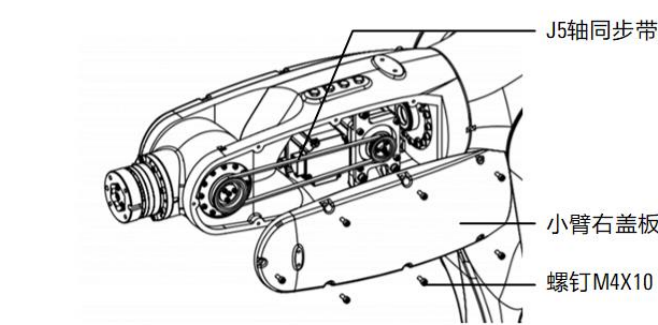

图 12-9 拆卸小臂右盖板
- 步骤3. 拆卸操作机小臂盖板及 7 颗 M4 螺钉，如图 12-9 所示。